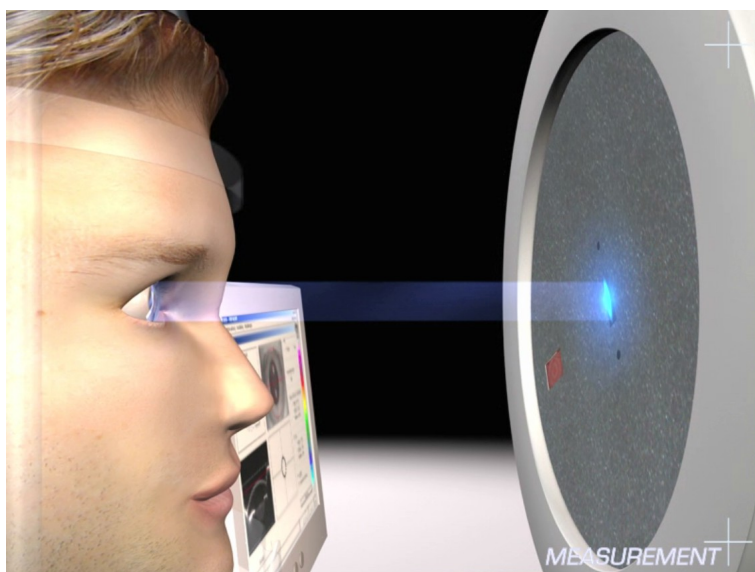

Fig.10: Luz de hendidura en la córnea
8. Mire el ojo del paciente que vaya a examinar desde el lateral y asegúrese de que la luz de hendidura azul ilumine la córnea → Fig. 10 (página 33).